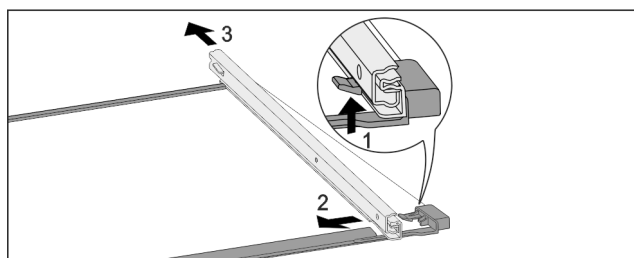

Fig. 235 Tablette en verre avec rails
- Pousser le crochet d'encastement avant vers le bas. Fig. 235 (1)
- Pousser le rail télescopique vers le côté Fig. 235 (2) et vers l'arrière Fig. 235 (3).